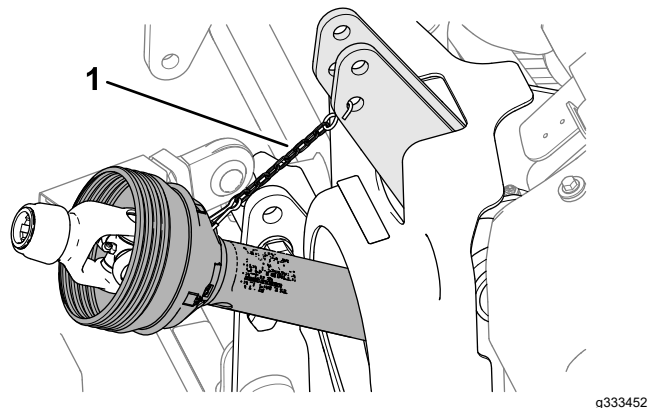

Figura 51
8. Utilize a corrente de segurança de proteção para apoiar o veio de transmissão da PTO, montando a corrente entre a proteção da PTO e a máquina (Figura 51).